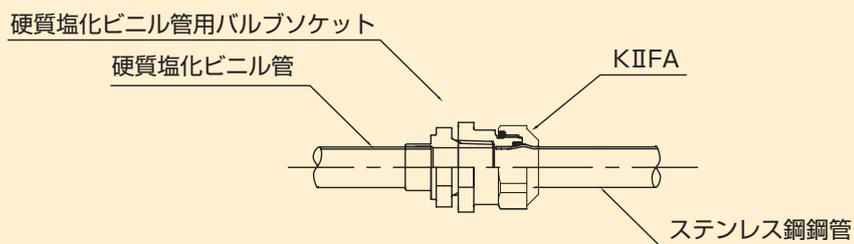

図2-10-5 硬質塩化ビニル管とのねじ接合
(3) 硬質塩化ビニル管との接合方法
- 硬質塩化ビニル管用バルブソケット、メスアダプタ付ソケット(KⅡFA)でねじ接合します。(図2-10-5)